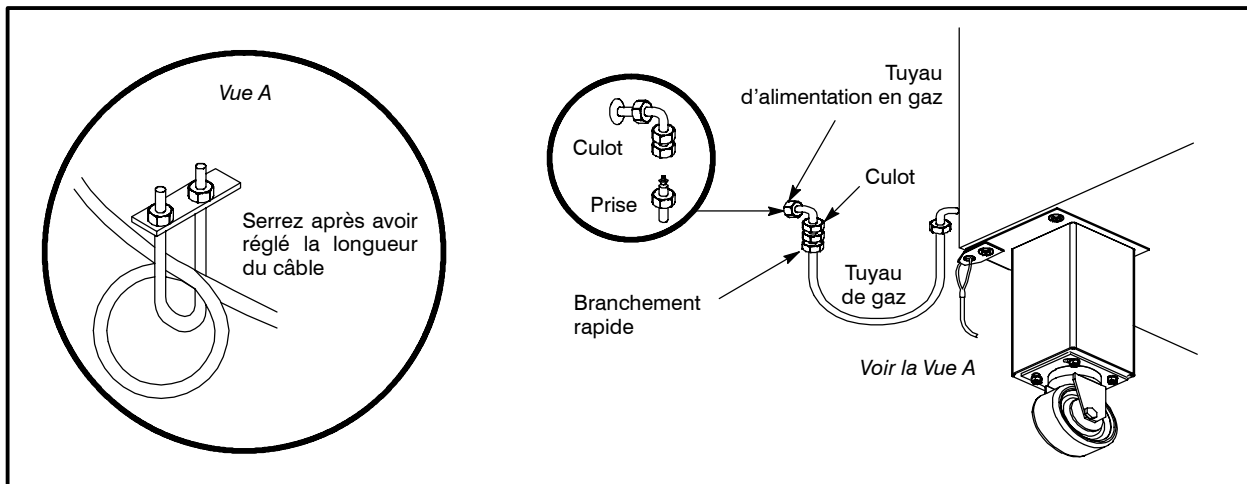

Figure 16
- L'attache doit être suffisamment courte pour prévenir toute tension sur le raccord. Voir Figure 16 pour des renseignements pour le réglage de la longueur.